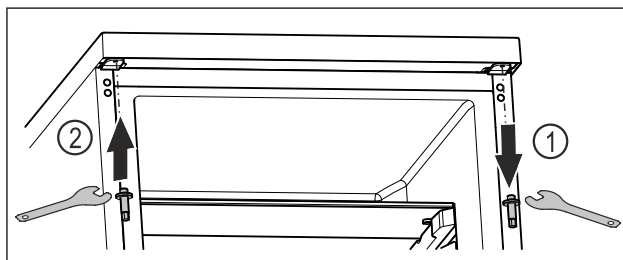

Fig. 19
- ▶ Отвийте горния болт с външен шесткантов ключ. Fig. 19 (1)
- ▶ Затегнете болта от другата страна с помощта на външния шесткантов ключ. Fig. 19 (2)